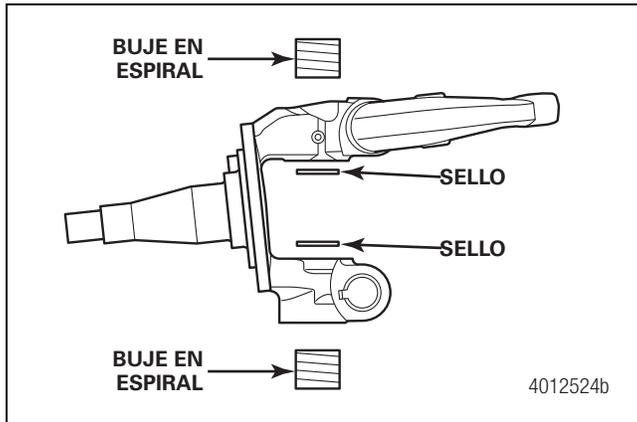

Figura 2
2. Tuerza los bujes en espiral hacia la derecha, de arriba a abajo de la rótula Figura 2. Comience con la mano en un ángulo suave, luego use la herramienta de instalación manija T para bujes en espiral R212087 para continuar la instalación hasta que el buje esté debajo de la parte superior del agujero. Si la rótula tiene una tapa roscada, continúe la instalación hasta que el buje esté justo abajo de la rosca.
3. Instale los sellos de grasa superior e inferior de manera que las "V"s de los labios de los sellos se abran en dirección opuesta a los agujeros. Los sellos deben estar a paño con la superficie maquinada de los agujeros de la rótula. Figura 3 y Figura 2.